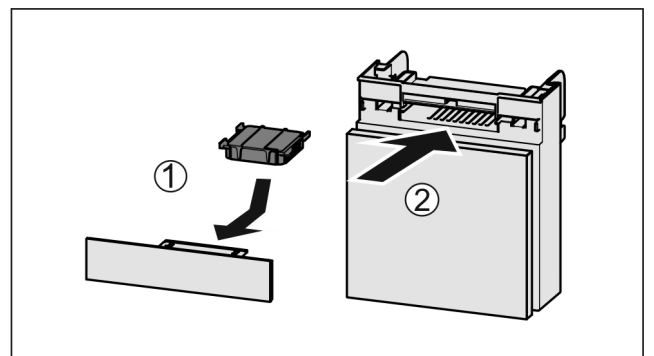

Fig. 35
- Aktivkohlefilter nach Abbildung einsetzen Fig. 35 (1).
- ▶ Fach einschieben *Fig. 35 (2)*.